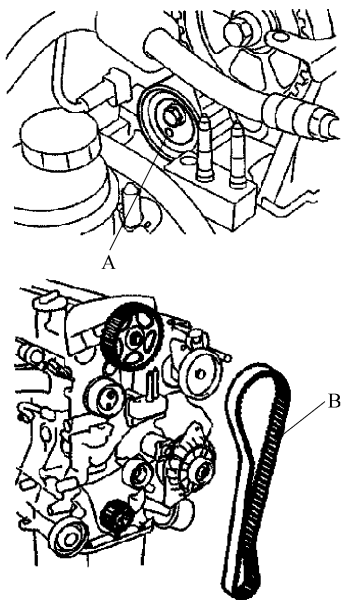

图 8-34 拆下正时带
- 15) 如图 8-34 所示, 拆卸正时带张紧器(A)和正时带(B)。